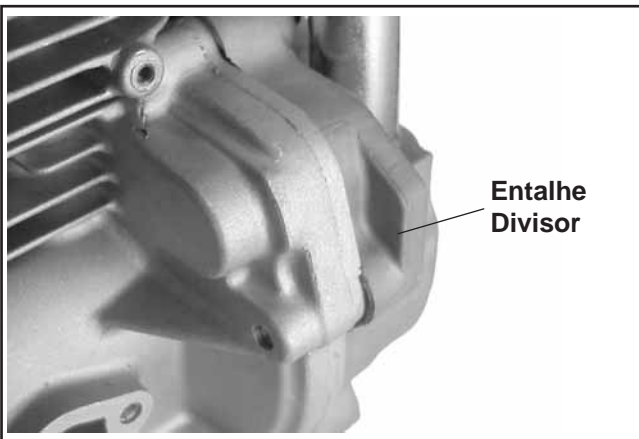

Figura 9-42. Entalhe Divisor da Placa de Fecho/do Cárter.
2. Localize os entalhes divisores na costura da placa de fecho e no cárter. Consulte a Figura 9-42. Retire a placa de fecho do cárter utilizando uma chave de fendas grande.